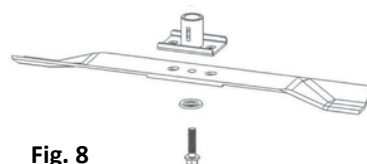

Fig. 8
1. Svitare la vite centrale e togliere la rondella (Fig. 8).